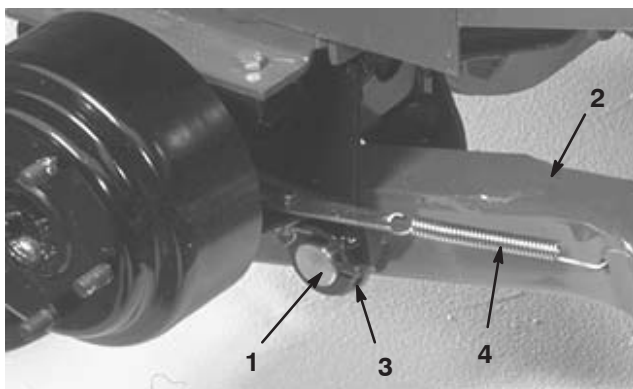

Figure 6
4. Montez un bras de levage sur le support de pivot avec un axe de pivot et une goupille fendue (Fig. 6). Placez les bras de levage de sorte que les extrémités soient courbées vers l'extérieur.
5. Montez l'arrière du bras de levage sur le vérin de levage avec un axe de pivot et (2) goupilles fendues (fournis avec le groupe de déplacement).
6. Accrochez le ressort de rappel de frein dans le trou du bras de levage (Fig. 6).